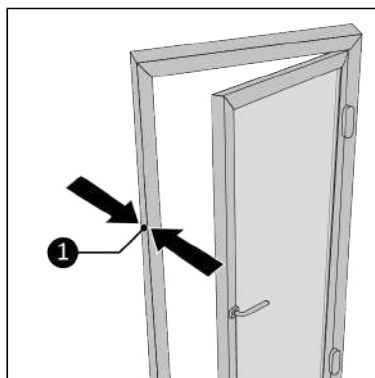

Figure 171.
2. Mesurez la largeur de la partie fixer du cadre de la fenêtre (Figure 171, pos. 1).